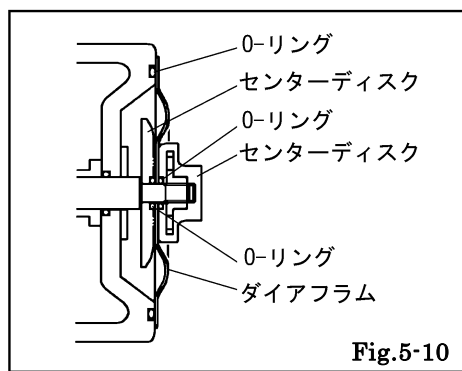

Fig.5-10
- ・ダイアフラムは、凸側を外側に取り付ける。〔Fig.5-10〕
- ・センターディスクの取り付けは、①六角穴付きキャップリムーバー（専用工具：部品番号 771132）、②センターディスク用 PP レンチ（専用工具：部品番号 771868）、③センターディスク用トルクレンチアダプター（専用工具：部品番号 804307、804308、804309、804310）を使用する。工具がセンターディスクの六角部から外れないように、手で押さえ付けながら締め付ける。